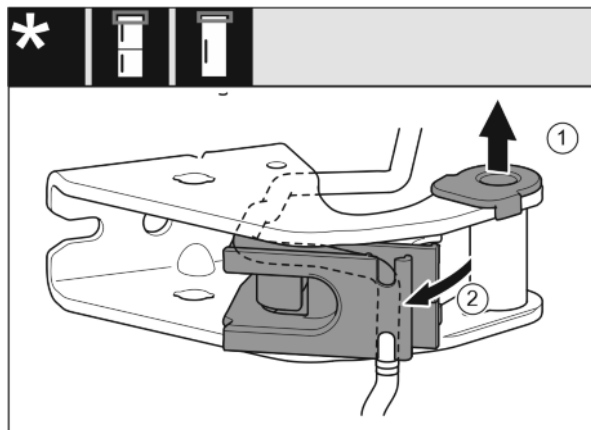

Fig. 21
- ▶ Опорную втулку вытяните из направляющей. *Fig. 21 (1)*
- ▶ Отведите держатель кабеля в сторону. *Fig. 21 (2)*